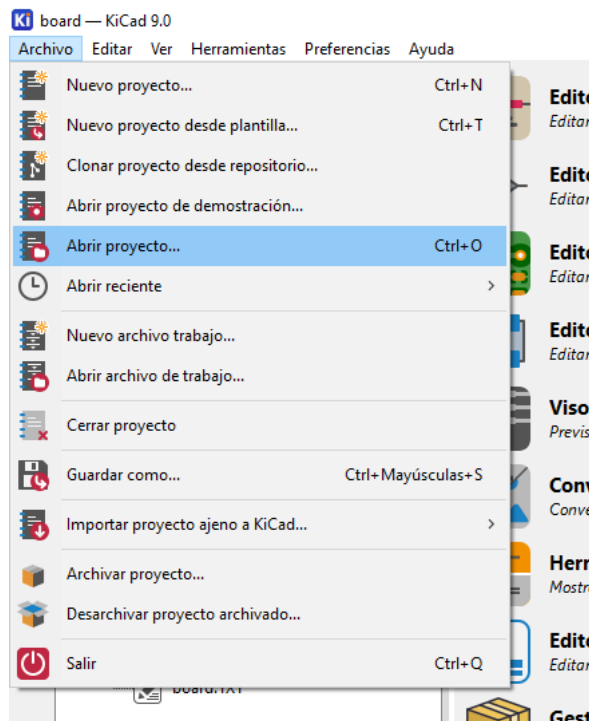

Ilustración 5 Abrir proyectos...
Paso 3.2: Nos dirigimos a archivo y después a abrir proyecto (Ilustración 5).